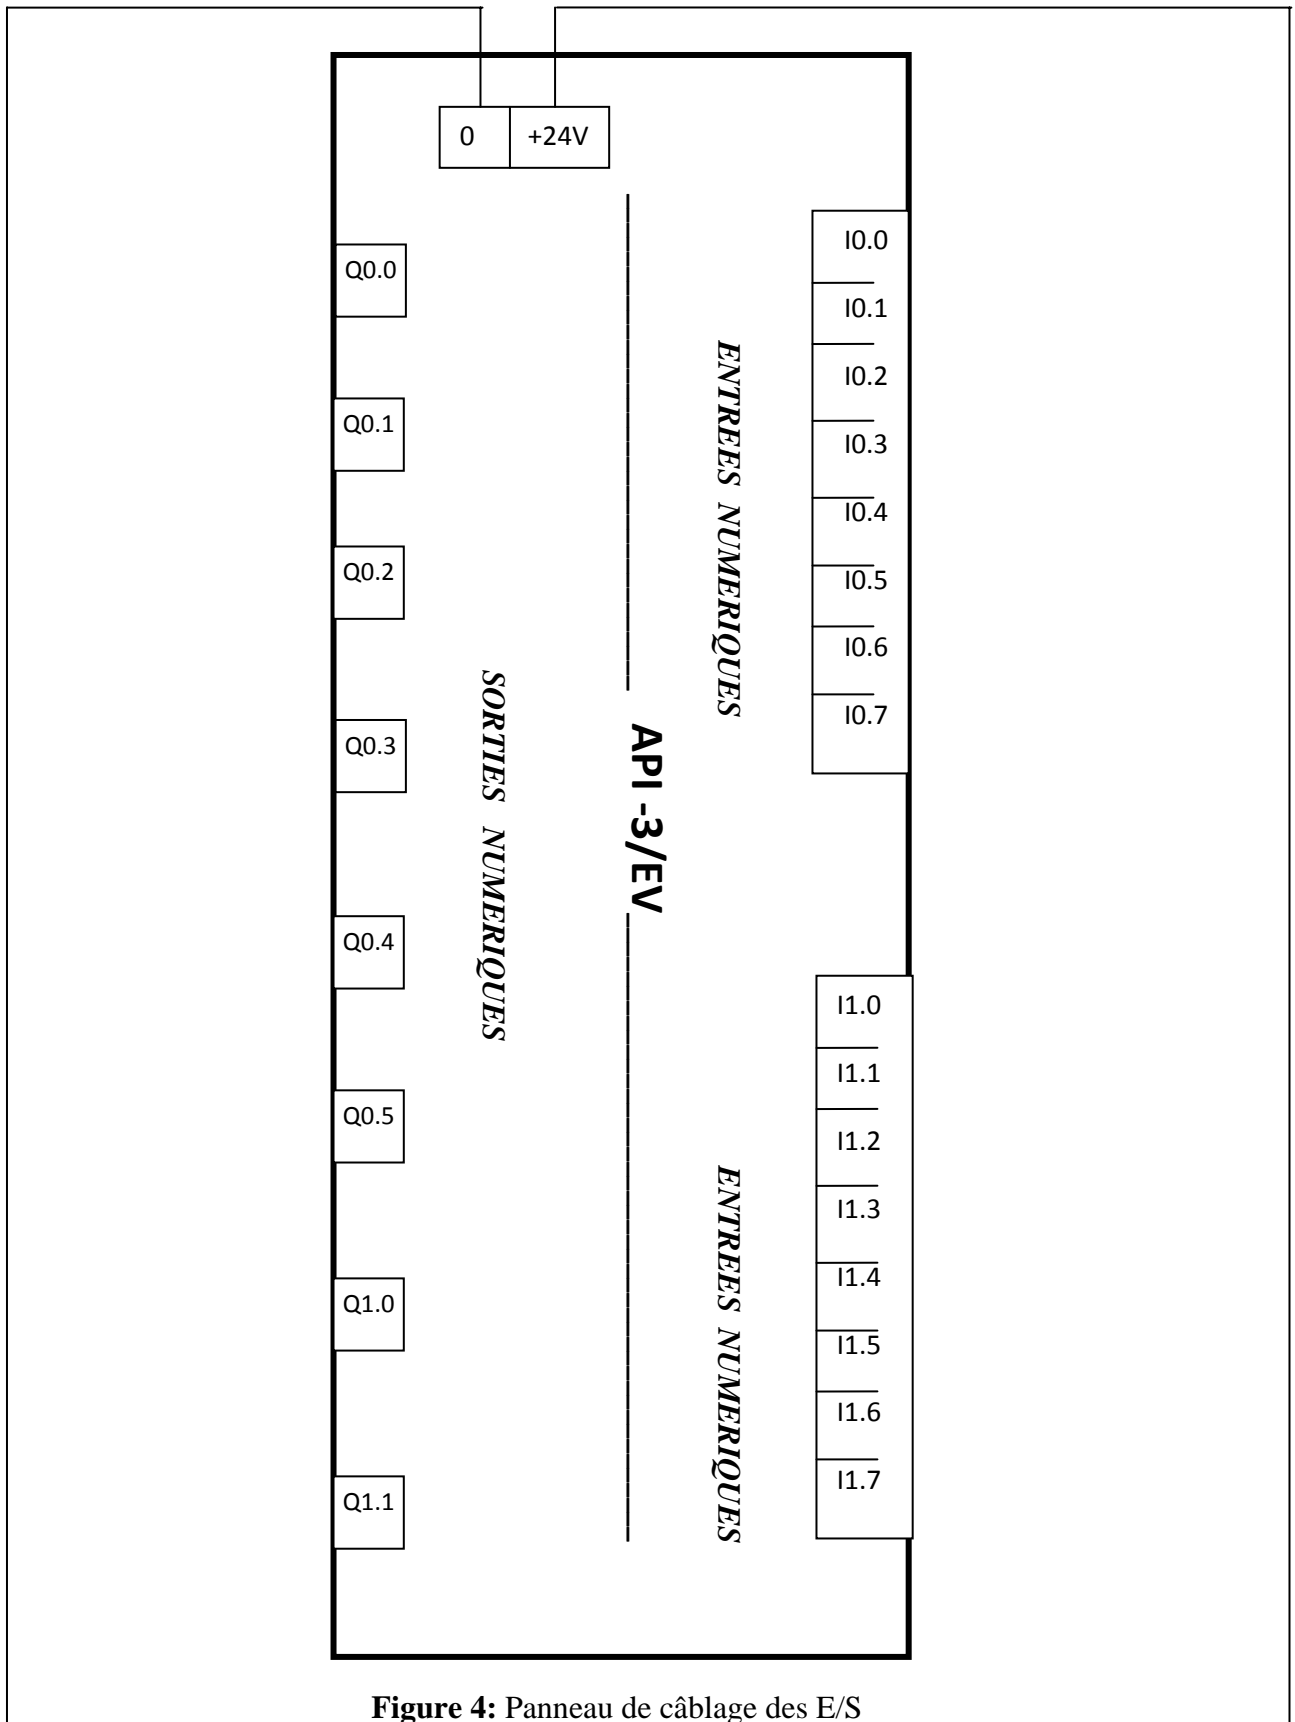

Figure 4: Panneau de câblage des E/S
- Donner le tableau des entrées- sorties (E/S) puis le schéma de câblage sur la figure 4.
- 7. En suivant le câblage réel, donnez le schéma de câblage des E/S sur la feuille figure 4.